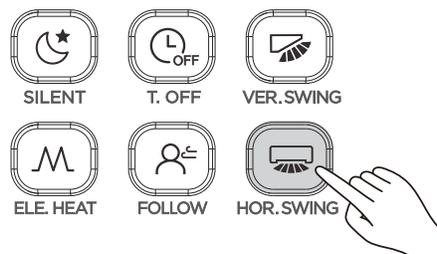

Figura 20
- Quando a unidade está ligada. Pressione  (consulte a Figura 20). Quando a função de oscilação horizontal iniciar,  acenderá e o sinal será enviado para a unidade interna;